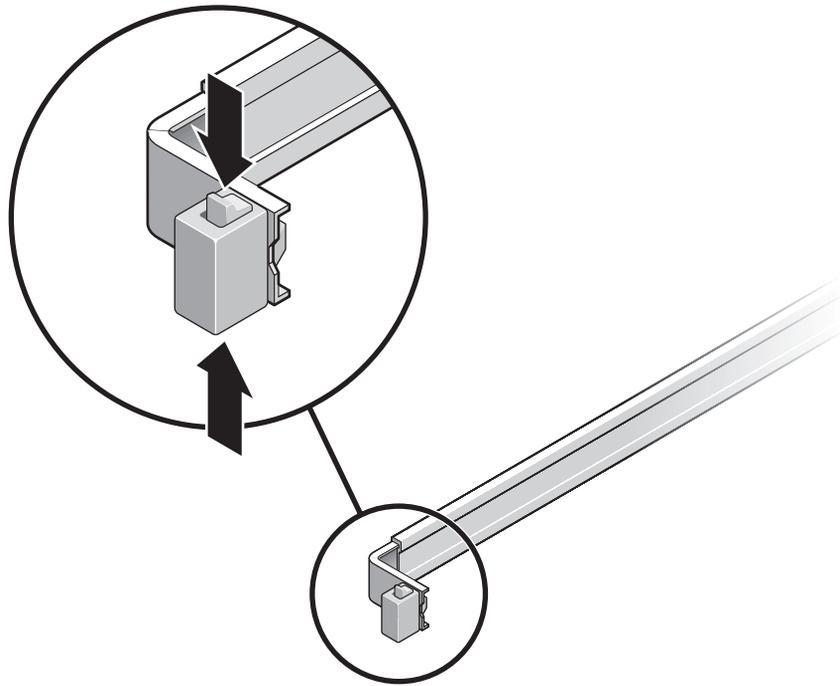

FIGURA 2-12 Desbloqueo de las guías
2. Pulse los botones de desbloqueo de las guías (**FIGURA 2-12**) que encontrará a ambos lados del servidor y tire suavemente de éste hasta que las guías lleguen al tope de carrera.